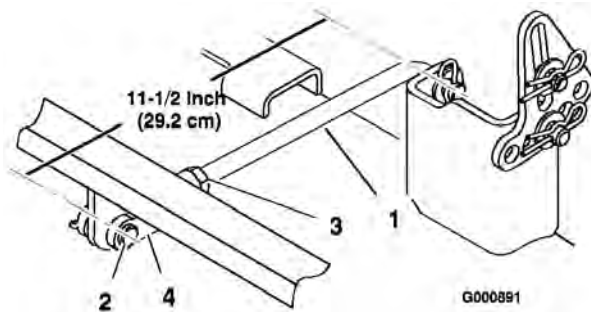
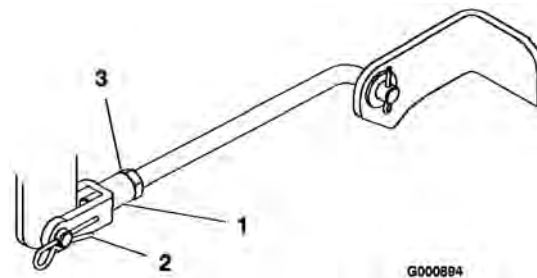

Figura 47
Figura 49
6. Mida la longitud del tirante trasero (Figura 47). Si la longitud del tirante no es de 29,2 cm, retire el pasador y el pasador de seguridad del extremo del tirante (Figura 47), afloje la contratuercas, y gire la horquilla hasta obtener la dimensión de 29,2 cm.
10. Para ajustar la inclinación longitudinal, retire el pasador de seguridad de las horquillas de los tirantes delanteros y afloje las contratuercas (Figura 49).
11. Gire las horquillas de los tirantes para cambiar el ajuste (Figura 49). Para elevar la parte delantera del cortacésped, apriete las horquillas (acorte los tirantes). Para bajar la parte delantera del cortacésped, afloje las horquillas (alargue los tirantes).
13. Cuando la inclinación longitudinal sea correcta, apriete las contratuercas (Figura 47 y Figura 49).